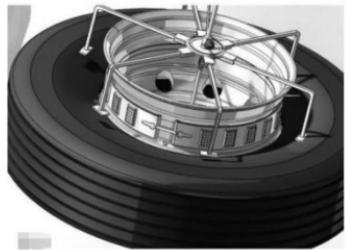

图 4
- a、取出三段式应急装置，放入轮毂凹槽内，一个连接处用工字连接杆连接，另一个连接处用把式件连接，见图 4、图 5；
附图4: EQ6600ZT6D/EQ6680ZT6D 车型整车电器原理图